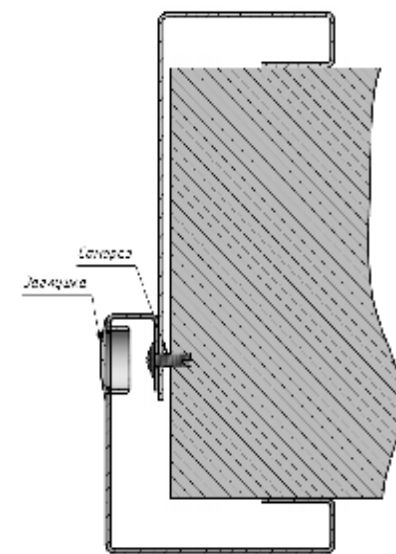

Рисунок 17
- 6.4 С внутренней стороны дверного проема зафиксировать между собой внутреннюю и внешнюю рамы при помощи саморезов (рис.17).